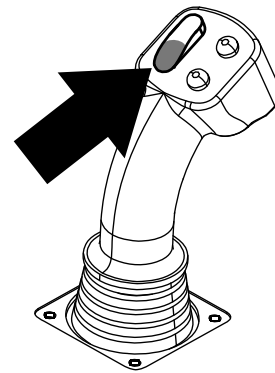
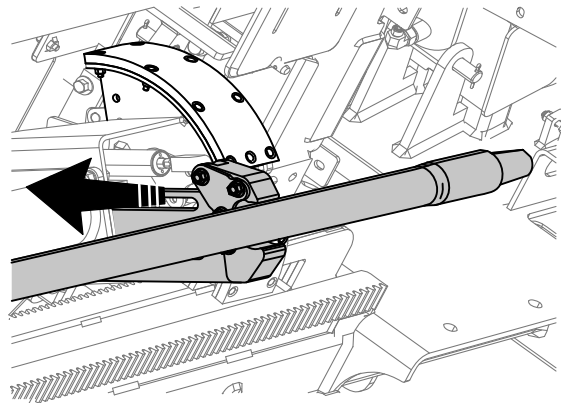

Рисунок 14
Рисунок 15
7. Удерживайте нижнюю часть перекидного переключателя (**Рисунок 14**), пока рычаги не будут полностью убраны (**Рисунок 15**).